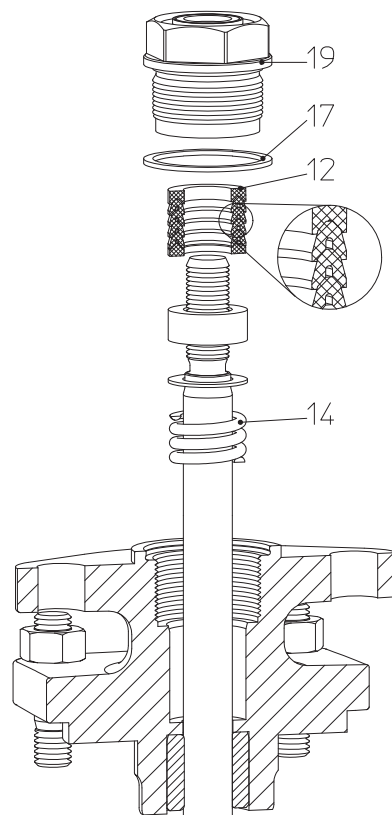

Fig. 12: Anelli di tenuta a V
- Quando si sostituiscono gli anelli di tenuta a V (pos.12) bisogna rispettare la corretta sequenza e posizione di montaggio delle singole parti (si veda Fig. 12).
- Sostituire la guarnizione (pos. 17).